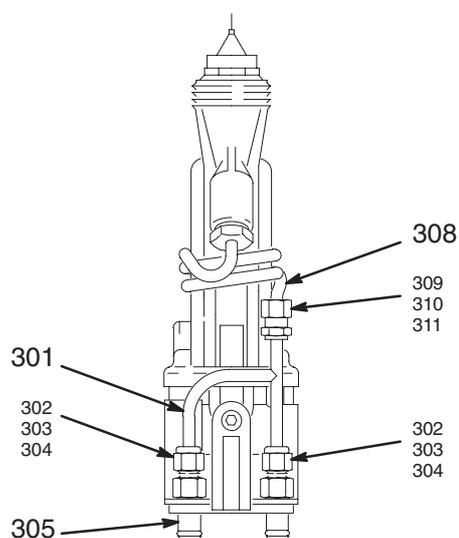

Fig. 36 03937
6. Instalar el tubo de recirculación (301) en los acoplamientos de la fuente de suministro y de retorno, como se ilustra en la Fig. 36. Apretar firmemente las dos tuercas (302) con una llave.
8. Instalar el conjunto del tubo extensible (308) en el tubo de recirculación (301), como ilustra la Fig. 36, y apretar la tuerca (309). Cerciorarse de que ninguna parte del tubo esté en contacto con el brazo del actuador para evitar que el tubo lo frote durante el funcionamiento.